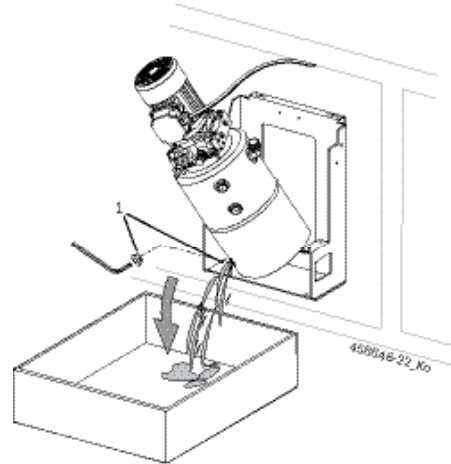

Fig. 24: Слив бака для масла
10. Отсоедините пробку (Рис. 24, Поз. 1), используя ключ.